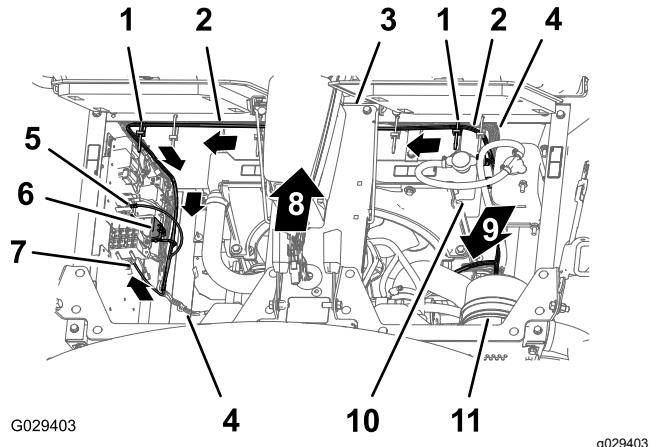

Figure 12
3. Acheminez la branche compartiment moteur de 197 cm du faisceau de câblage vers le bas le long du côté gauche du radiateur et le long du bas du panneau électrique (Figure 12).
4. Fixez le faisceau de câblage du kit de finition au faisceau de la machine à l'aide de 2 serre-câble, comme montré à la Figure 12.